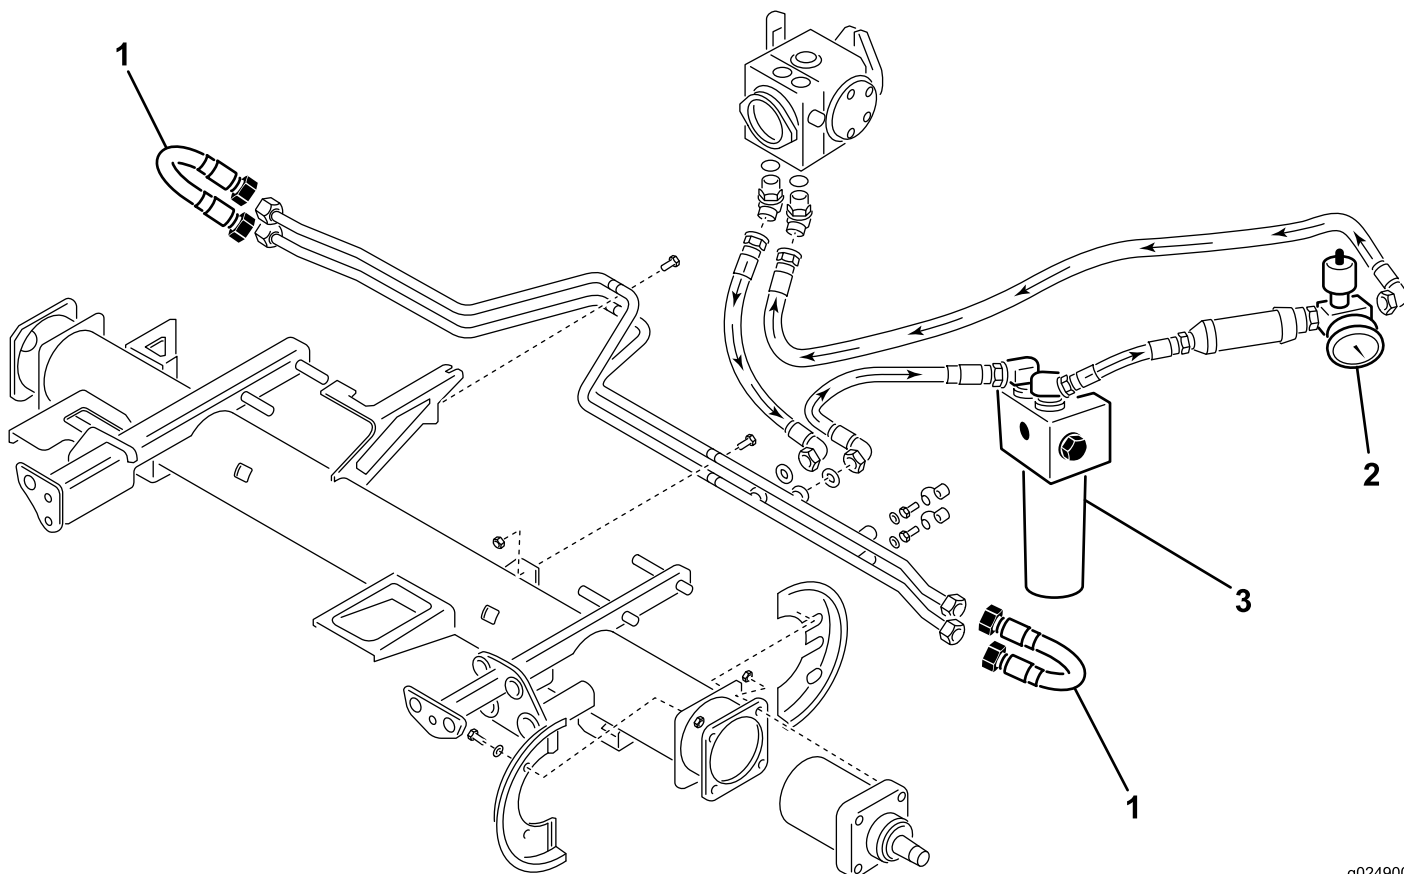
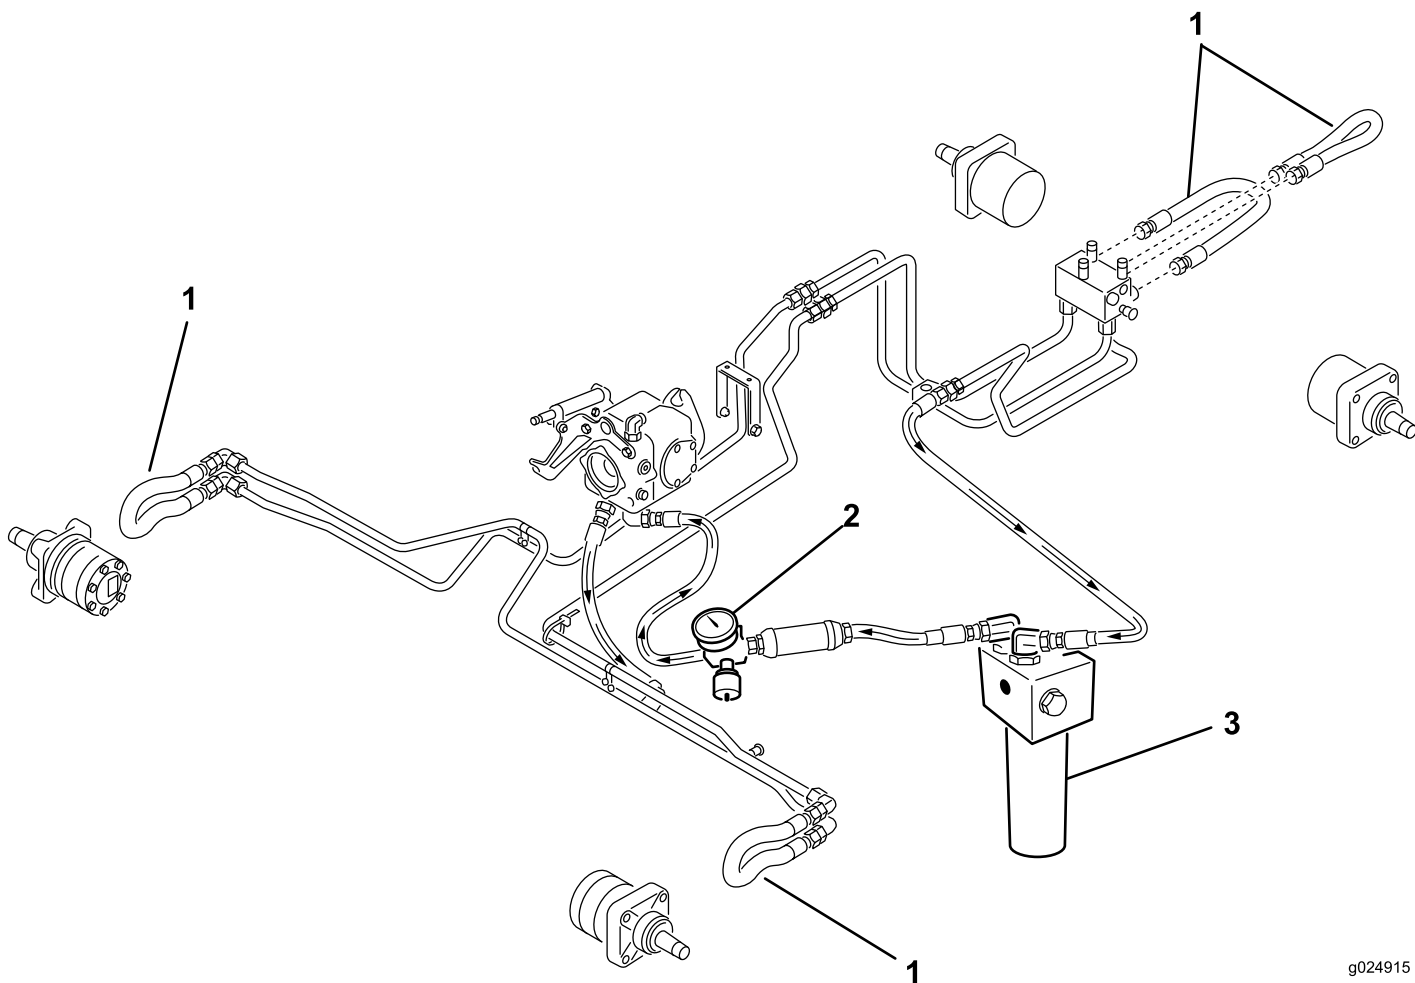

Рисунок 3
Рисунок 4
- 2. Отсоедините гидромоторы передних колес от тягового контура, подсоединив перепускной шланг к каждому колесному гидромотору и расположив их, как показано на Рисунок 3. Шланг перепускного контура должен выдерживать давление 25000 кПа (3625 фунтов на кв. дюйм).
Примечание: Если машина оборудована CrossTrax (полным приводом), установите два дополнительных перепускных шланга на задний коллектор, как показано на Рисунок 4.
- 3. После установки всех контуров установите фильтр высокого давления и расходомер, рассчитанный на измерение расхода 114 литров (30 галлонов США) в минуту, в линию возврата тягового контура, как показано на Рисунок 3 и Рисунок 4.